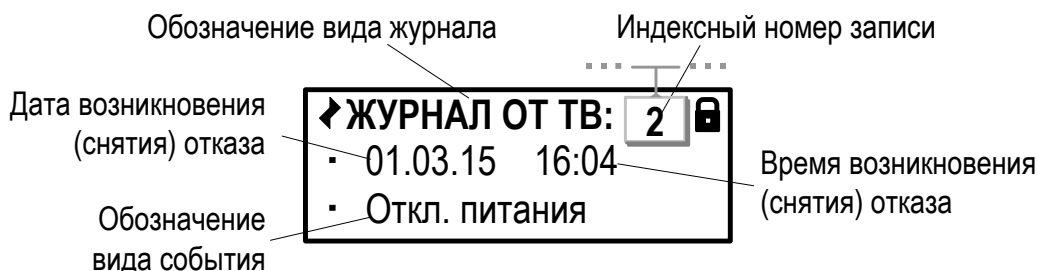

Рис.45. Вид окна индикации «Журнала отказов ТВ».
8.3.4. Отказы, возникающие в процессе работы тепловычислителя, фиксируются в **Журнале отказов ТВ** (рис.45).